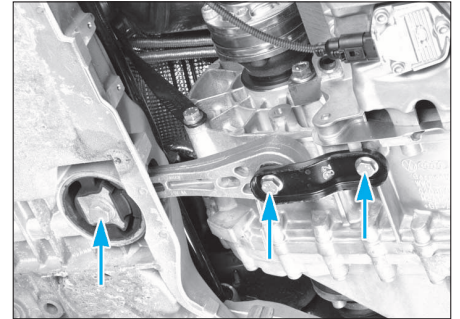

FIG. 4
- Déposer la biellette antibasculement (Fig.4)